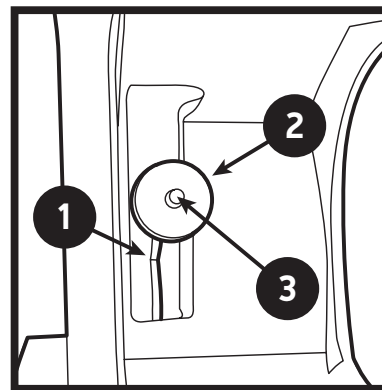

Figure 9
- + Tous les 30 jours, appliquer de l'huile machine légère au support de roue arrière et à l'interface du levier de mise en tension. (Figure 9) Deux gouttes d'huile suffisent.